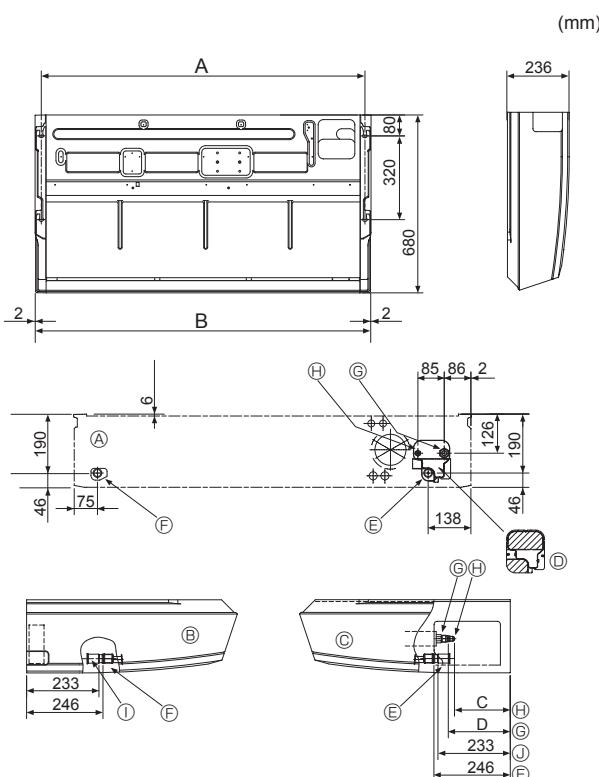

Fig. 3-2
①	Ροδέλα	4 τμχ.
②	Κάλυμμα σωλήνα	1 τμχ. Μεγάλου μεγέθους (Για σωλήνωση αερίου)
③	Κάλυμμα σωλήνα	1 τμχ. Μικρού μεγέθους (Για σωλήνωση υγρού)
④	Ταινία	4 τμχ.
⑤	Ακροσύνδεσμος	1 τμχ. Μαρκαρισμένος με την ένδειξη “UNIT”
⑥	Κάλυμμα ακροσυνδέσμου	1 τμχ.
⑦	Κάλυμμα σωλήνα αποστράγγισης	1 τμχ.
⑧	Παξιμάδι πακόρτηριο	1 τμχ. ø6.35 (M60 μόνο)
3.2. Προπαρασκευή για την εγκατάσταση (Fig. 3-2)